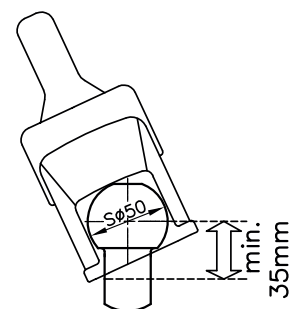
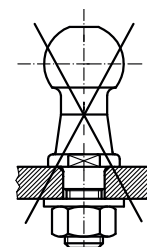

Figura 1: Barra de esfera Vehículo tractor
Figura 2: Perno esférico, atornillado
1.3 El enganche esférico de tracción WS 3000/3500 sólo puede ser utilizado conjuntamente con esferas de enganche según DIN 74058 / ISO 1103, cuando el cuello de la esfera en una zona de 35 mm está libre de elementos adosados. (Figura 1) (en lugar de 32 mm según DIN 74058 / ISO 1103). Un empleo de WS 3000/3500 en combinación con pernos esféricos con fijación atornillada sin un aseguramiento adicional de unión por fuerza, no está homologado. (Figura 2) Con el dispositivo de estabilización conectado, durante el servicio de conducción, la palanca de mando debe estar libre de piezas del vehículo o de adosado, esto es, al introducir la barra de tracción y movimiento giratorio simultáneo del WS 3000/3500 no se puede producir una colisión con la palanca del freno de mano u otras piezas adosadas. (Figura 5) Se deben observar asimismo las instrucciones de manejo o bien las indicaciones del fabricante del freno de retención.